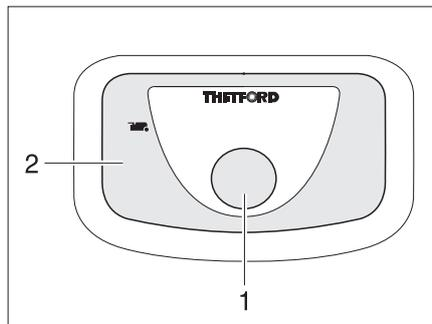

Fig. 104 Bouton pour la chasse d'eau/voyant de contrôle des toilettes Thetford
- ▶ Pour actionner la chasse d'eau, appuyer sur le bouton bleu (Fig. 104,1).
Le voyant de contrôle (Fig. 104,2) s'allume lorsque la cassette Thetford doit être vidée.